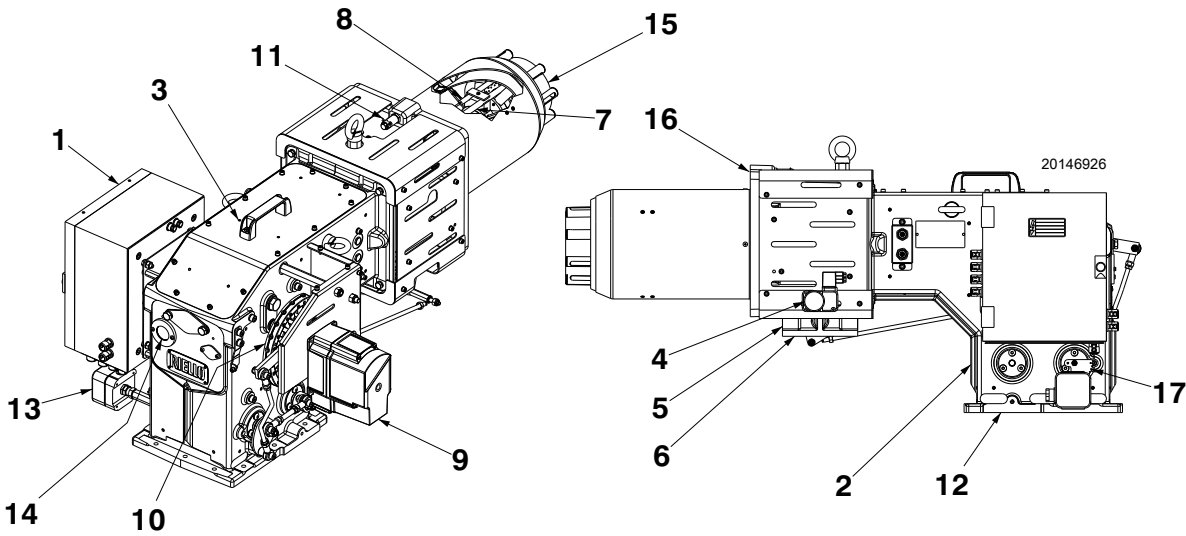

图 8
(1) 参考条件 : 环境温度 20°C - 燃气温度 15°C - 大气压力 1013 mbar - 海拔 0 m a.s.l.
(2) 炉膛压力为 0, 且燃烧器处于最大出力时, 测试点 (图 8) 处的压力。